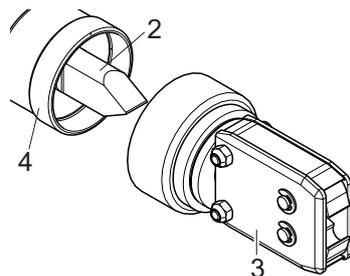
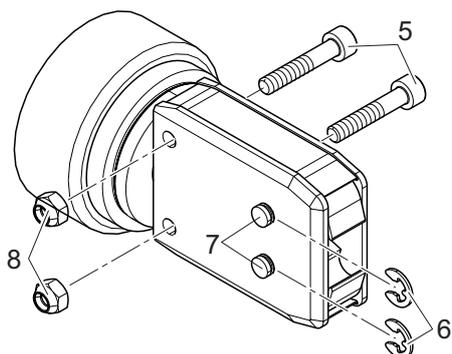
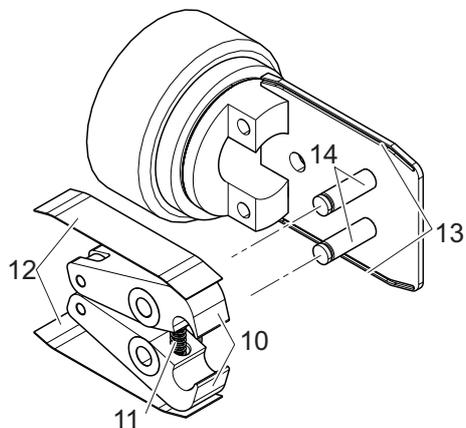

Fig. 26: Estrazione della testa della pinza
Fig. 27: Smontaggio della testa della pinza
Fig. 29: Inserimento delle ganasce della pinza
3. Estrarre la testa della pinza (Fig. 26/3) dalla pinza di serraggio (Fig. 26/4).
Il pistoncino (Fig. 26/2) rimane nella pinza di serraggio (Fig. 26/4).
4. Rimuovere le due rondelle di sicurezza (Fig. 27/6) dalla testa della pinza (Fig. 26/3).
Non spingere indietro i perni (Fig. 27/7)!
5. Svitare entrambi i dadi esagonali (Fig. 27/8) dalle viti a testa esagonale (Fig. 27/5).
7. Rimuovere la molla di pressione (Fig. 29/11), la piastra di copertura (Fig. 29/12) e le ganasce della pinza (Fig. 29/10).
8. Lubrificare le ganasce di ricambio della pinza di serraggio (*Fig. 29/10*) e la molla di compressione (*Fig. 29/11*) del kit di sostituzione delle ganasce, nonché i perni (*Fig. 29/14*) con il lubrificante speciale RENOLIT LX 2 e inserire le nuove ganasce e la molla.
9. Rimontare tutto in ordine inverso con nuove rondelle di sicurezza (*Fig. 27/6*).
10. Controllare la mobilità delle ganasce della pinza (*Fig. 29/10*).
11. Avvitare la testa della pinza sulla pinza di serraggio e stringere il dado di raccordo tenendo fermo l'adattatore. Il pistoncino (*Fig. 26/2*) deve trovarsi tra le due ganasce della pinza (*Fig. 29/10*).